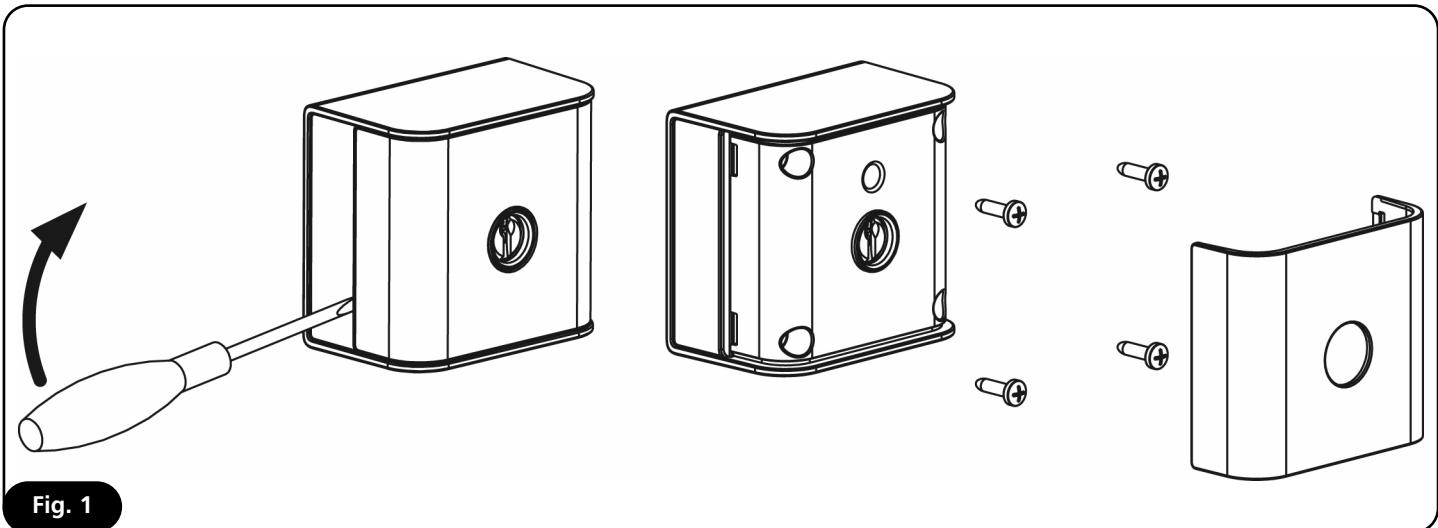

Fig. 1
- Rimuovere il frontalino facendo leva con un cacciavite a taglio (Fig 1).
- Rimuovere il frontalino facendo leva con un cacciavite a taglio (Fig. 1).